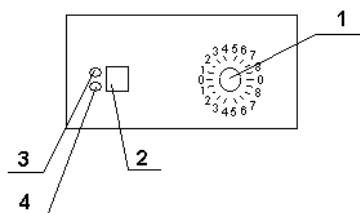

Рис. 1
5.7 Панель управления конфоркой приведена на рис. 1.